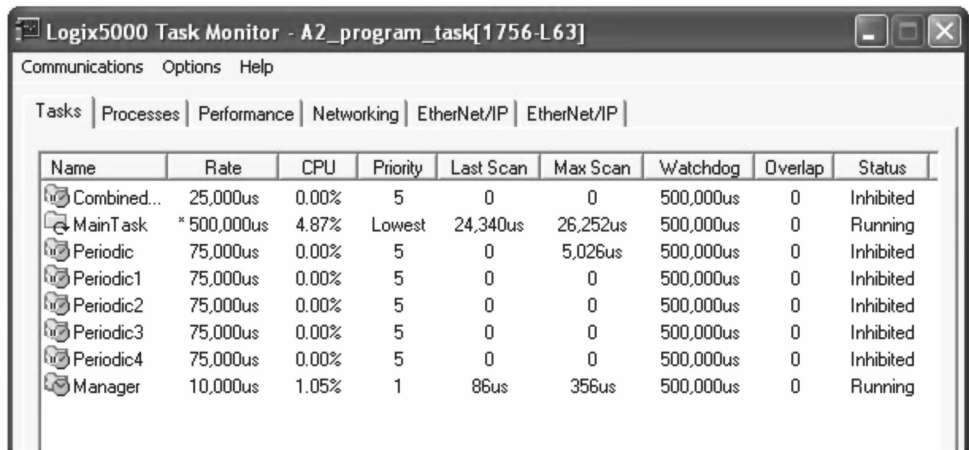

图 12-6 选中的监控任务列表
12. 在 ControlLogix 演示箱插槽 1 中选择 1756-L63 并单击“确定”（OK）。如图 12-6 所示。